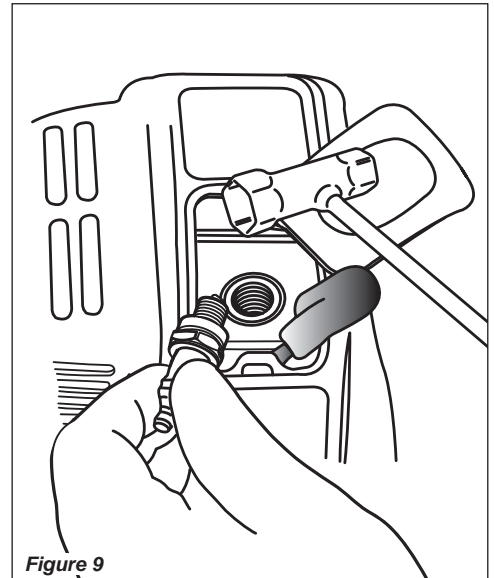

Figure 9
1. Débrancher le fil de la bougie, puis retirer celle-ci à l'aide de la clé à bougie fournie (tourner la bougie en sens contraire des aiguilles d'une montre pour la desserrer). Voir figure 9.